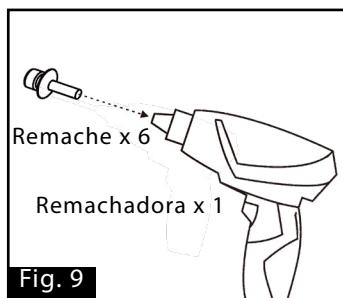

Fig. 9
1. Fije los soportes al lavavajillas: De arriba a abajo y de izquierda a derecha (Fig. 9).